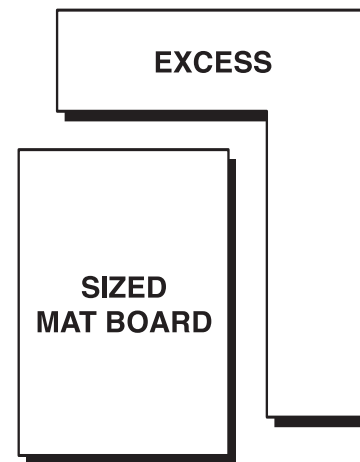

Fig.6
Étape 5 – À l’aide du couteau à passe-partout Logan et du couteau droit à passe-partout Logan 701, coupez le passe-partout le long des lignes tracées à l’étape 4. (Fig. 6)
Schritt 5 - Schneiden Sie mit dem Logan Mat Cutter und Logan 701 Straight Cutter den Passepartoutkarton auf den in Schritt 4 aufzeichneten Linien. (Abb. 6)
Procedura 5 – con la taglierina per passepartout Logan e la taglierina per tagli diritti Logan 701, tagliare il cartoncino in corrispondenza delle righe tracciate nella procedura 4 (Fig. 6).
Paso 5: con el cortador de placas Logan y el cortador recto Logan 701, corte el panel por las líneas dibujadas en el paso 4. (Fig. 6)